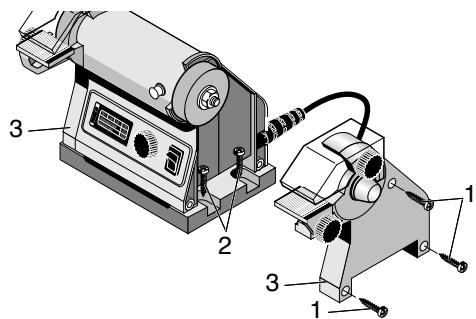

Fig. 2
1. Befestigungsschrauben 1 (Fig. 2) der beiden seitlichen Abdeckungen (3) herausdrehen.
2. Gerätfuß mit 4 Befestigungsschrauben (2) auf einer stabilen Unterlage auf beiden Seiten befestigen.